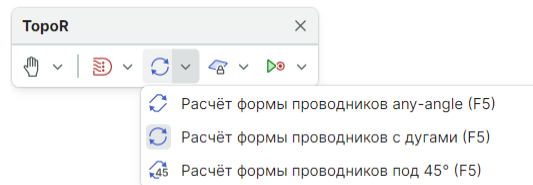

Рис. 412 Выбор формы проводника
2. Автопроцедура расчета формы проводника, см. Рис. 412.